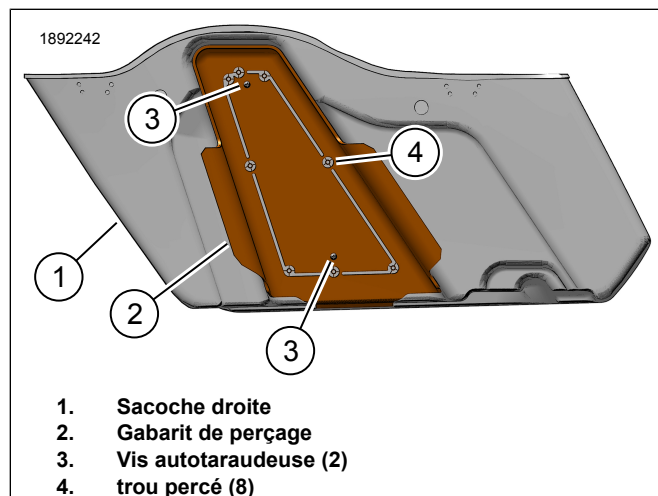

Figure 2. Gabarit de perçage de sacoche droite
1. Voir la figure 2. Positionner le gabarit de perçage sur la sacoche droite.
- a. Masquer toute la zone du gabarit de perçage (2) sur la sacoche droite (1) avec du ruban-cache.
- b. Installer le gabarit de perçage (2).
- c. Sécuriser tout le périmètre du gabarit de perçage (2) avec du ruban adhésif.
- d. Installer des vis autotaraudeuses (3) pour maintenir le gabarit de perçage (2).